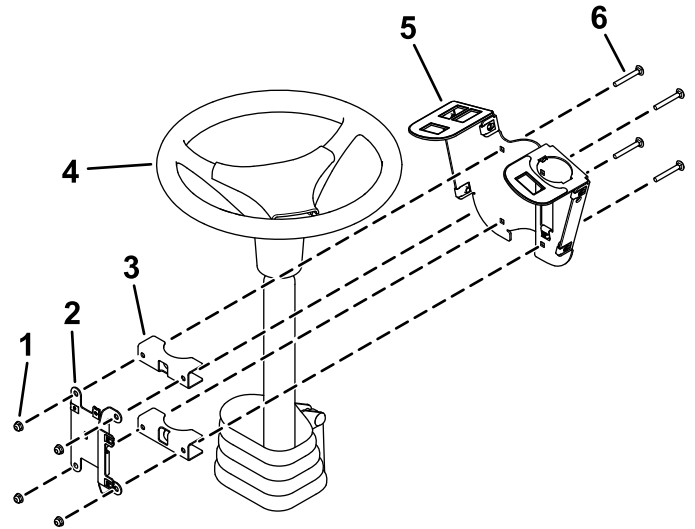

Figure 3
1. Fixez légèrement le support des commandes autour de la colonne de direction à l'aide de 4 boulons de carrosserie (1/4" x 2"), 2 supports de fixation, la plaque de montage du porte-fusibles et 4 contre-écrous (1/4"), comme montré à la Figure 3.